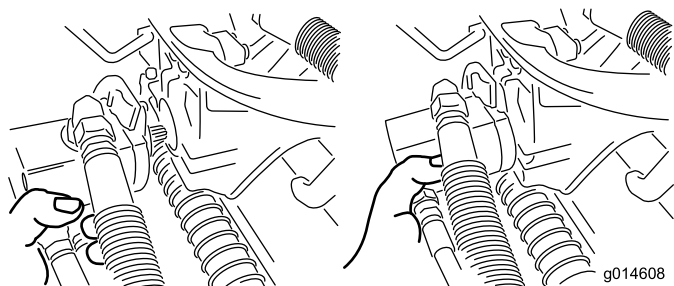

図 36
3. 外したモータは、サスペンションアームの前部にある一時保管位置にセットしておく（図 36）。